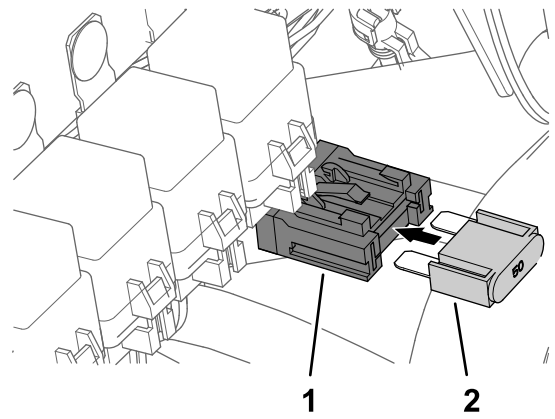

**Figure 191**
6. Insérez le fusible (15 A) dans la douille 2 du porte-fusibles 3 jusqu'à ce qu'il soit complètement engagé (Figure 191).